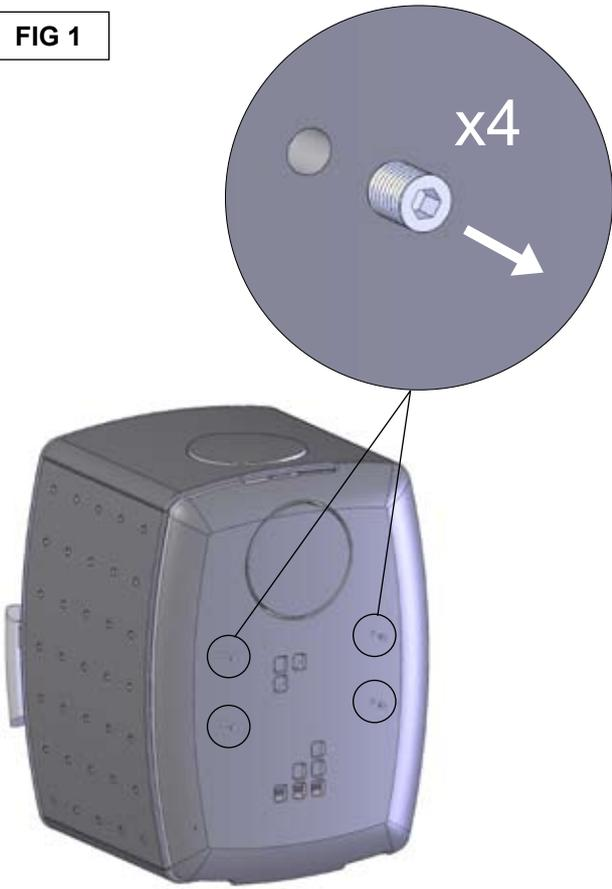

FIG 2
Bruk pallen ovnen blir levert på, pluss pappen rundt som underlag når ovnen legges ned. Thermotten kan fjernes (FIG 2 i brukerveiledningen for Smarty) for å gjøre ovnen lettere. Hvis Thermotten ikke fjernes må transportisolasjonen sitte på plass før ovnen legges ned, slik at Thermotteplatene ikke faller ned og knekker.
- FIG 2: Legg ovnen med fronten ned og skru fast braketten med 16 mm skruer. Husk skiver mellom ovn og brakett. Du kan selv justere høyden ved å bore nye hull i rørene. **Ovnen må ikke plasseres nærmere gulvet enn 30 cm.**
When laying down the stove, use the pallet and the cardboard it was delivered with as a protective base. In order to make the stove lighter, the Thermotte® plates can be removed (FIG 2 in the main assembly instructions). In case the Thermotte® plates are not removed, the protective transportation insulation must not be removed, to ensure that the plates do not fall down and break.
- FIG 2: Put the stove face down and fasten the brackets with 16 mm screws. Remember plates between the stove and the brackets. You can adjust the height by drilling new holes in the rails. **The stove must not be placed closer to the floor than 30 cm.**
Bruk pallen ovnen leveres på, samt pappet som underlag når ovnen lægges ned. Thermotten kan fjernes (FIG 2) for at gøre ovnen lettere. Hvis Thermotten ikke fjernes skal transportisolationen sidde på plads før ovnen lægges ned, så Thermotteplatene ikke falder ned og knekker. **Ovnen skal løftes op fra liggende stilling. Ikke tippes da dette skader railsen.**
- FIG 2: Læg ovnen med fronten ned og skru beslaget fast med 16 mm skruer. Husk skiver mellem ovn og beslag. Du kan selv justere højden ved at bore nye hul i rørene. **Ovnen må ikke placeres nærmere gulvet en 30 cm.**
Använd pallen kaminen levereras på, plus kartong som bas när kaminen läggs ner. Thermotte® plattorna kan tas bort (FIG 2 i monteringsanvisningen till Smarty) för att göra kaminen lättare. Om Thermotte® plattorna inte tas bort så måste transport isoleringen vara på plats innan kaminen läggs ner, så att plattorna inte faller ner och bryts.
- FIG 2: Placera kaminen med framsidan nedåt och fäst konsolen med 16 mm skruvar. Kom ihåg skivor mellan kaminen och konsolen. Du kan själv justera höjden genom att borra nya hål i rören. Kaminen får inte placeras närmare golvet än 30 cm.
Beim Legen des Ofens auf den Boden verwenden Sie als Schutz die Pappdeckelverpackung, in welcher der Ofen geliefert wurde. Um den Ofen leichter zu machen, entnehmen Sie die Thermotte®-platten. (FIG 2 in der großen Smarty-Montageanleitung) Falls Sie die Thermotte®-platten nicht entfernen, darf ihr Transportschutz nicht entfernt werden, damit die Platten nicht herunterfallen und brechen!
- FIG 2: Legen Sie den Ofen mit dem Glas nach unten auf eine dafür geeignete Unterlage und befestigen Sie die Ofenhalterung mit 8 mm Schrauben. Verwenden Sie die Unterlegscheiben zwischen Ofen und Ofenhalterung.
Afin d'alléger le poêle, les plaques de Thermotte® peuvent être enlevées (FIG 2 dans les instructions d'assemblage principales). Dans le cas où les plaques de Thermotte® ne seraient pas enlevées, assurez-vous que le matériel d'emballage pour protéger pendant le transport est mis à l'intérieur du poêle avant de le manipuler, de sorte que les plaques de Thermotte® ne tombent pas et ne se cassent pas. **Ne pas incliner! les jambes peuvent être endommagées.**
- FIG 2: Maintenez le poêle face vitre vers vous et attachez les fixations avec des vis de 16 millimètres. N'oubliez pas les rondelles entre le poêle et les fixations. vous pouvez percer des trous dans les rails afin de personnaliser la hauteur du poêle, **mais celui ci doit toujours être à une distance d'au moins 30 cm d'un matériau inflammable ou du sol.**
Mettere la stufa di lato con precauzione, usare il pallet ed il cartone con cui è stata consegnata come base protettiva. Per alleggerire la stufa si possono smontare le piastre di Thermotte® (FIG 2 nelle istruzioni principali). Nel caso in cui le piastre di Thermotte® non siano rimosse, la protezione per il trasporto non deve essere tolta, altrimenti le lastre di Thermotte® possono cadere e rompersi.
- FIG 2: Appoggiare la stufa sul lato frontale e fissare le staffe con le viti da 16 millimetri. Ricordarsi di inserire le rondelle fra la stufa e le staffe. È possibile regolare l'altezza facendo nuovi fori nelle barre. **La stufa non deve essere a meno di 30 cm dal pavimento.**